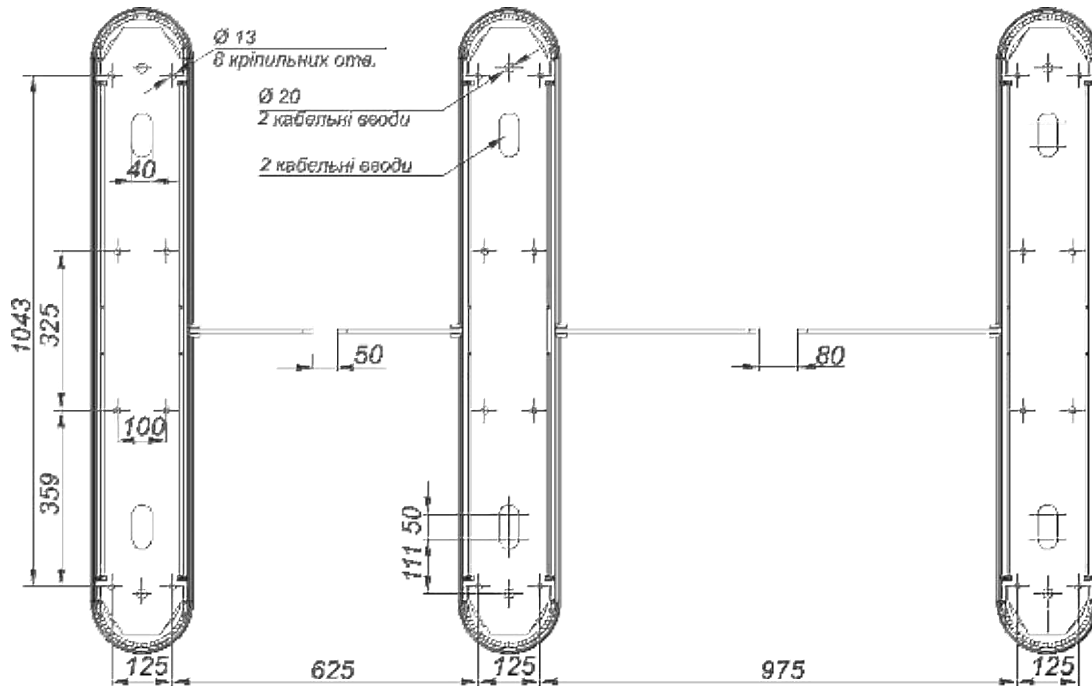

Рис. 17– Установочні розміри комплекту турнікетів «Sweeper-BM-1» і «Sweeper-BM-2»
6. - З'єднати кріпильні отвори в нижній пластині турнікету з підготовленими отворами в поверхні згідно з розміткою рис.17 і закріпити турнікет за допомогою анкерів, що є в комплекті.